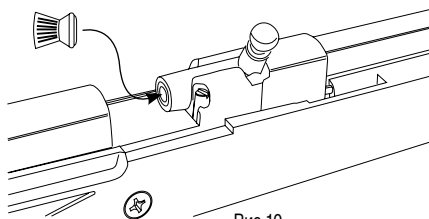

Рис.10
- Зарядите свинцовую пулю в ствол как изображено на Рис.10